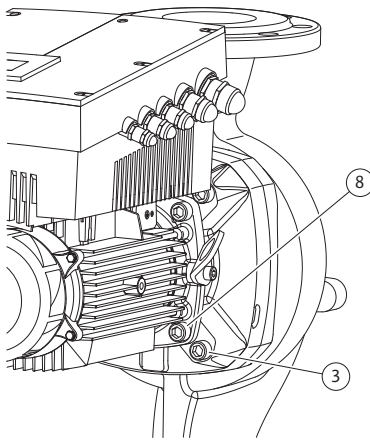

Fig. 52: Προαιρετική στερέωση της πτερωτής κινητήρα
11. Λύστε και αφαιρέστε τις βίδες (Fig. 7, θέση 3). Ανάλογα με τον τύπο της αντλίας, θα πρέπει να βγουν οι εξωτερικές βίδες (Fig. 52, θέση 3). Η πτερωτή κινητήρα (βλέπε Fig. 13) παραμένει μετά από την αφαίρεση των βιδών ασφαλής μέσα στο κέλυφος της αντλίας και δεν υπάρχει κίνδυνος ανατροπής, ούτε και με τον άξονα του κινητήρα σε οριζόντια θέση.
16. Ανάλογα με τον τύπο της αντλίας, λύστε τις βίδες (Fig. 7, θέση 10) ή εναλλακτικά τις βίδες (Fig. 52, θέση 8).
22. Σπρώξτε προσεχτικά τη λατέρνα πάνω από τον άξονα και φέρτε την στην παλιά της ή σε μια άλλη επιθυμητή θέση υπό γωνία προς τη φλάντζα κινητήρα. Για τα παραπάνω, λάβετε υπόψη τις επιτρεπόμενες θέσεις τοποθέτησης των εξαρτημάτων (βλέπε κεφάλαιο 7.1 «Επιτρεπόμενες θέσεις τοποθέτησης και αλλαγή της διάταξης εξαρτημάτων πριν από την εγκατάσταση» στη σελίδα 24). Με τις βίδες (Fig. 7, θέση 10) ή - για τύπους αντλιών/ λατέρνας σύμφωνα με το (Fig. 52) - με τις βίδες (Fig. 52, θέση 8) στερεώστε τη λατέρνα στη φλάντζα του κινητήρα.